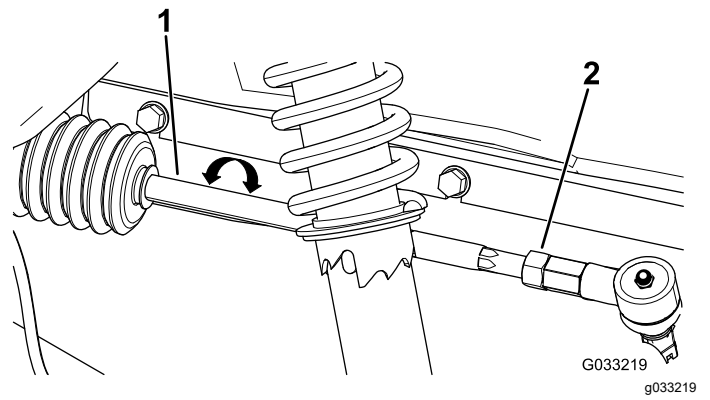

图 58
2. 如果测量值超出 06mm 应松开横拉杆外端的锁紧螺母 图 58。